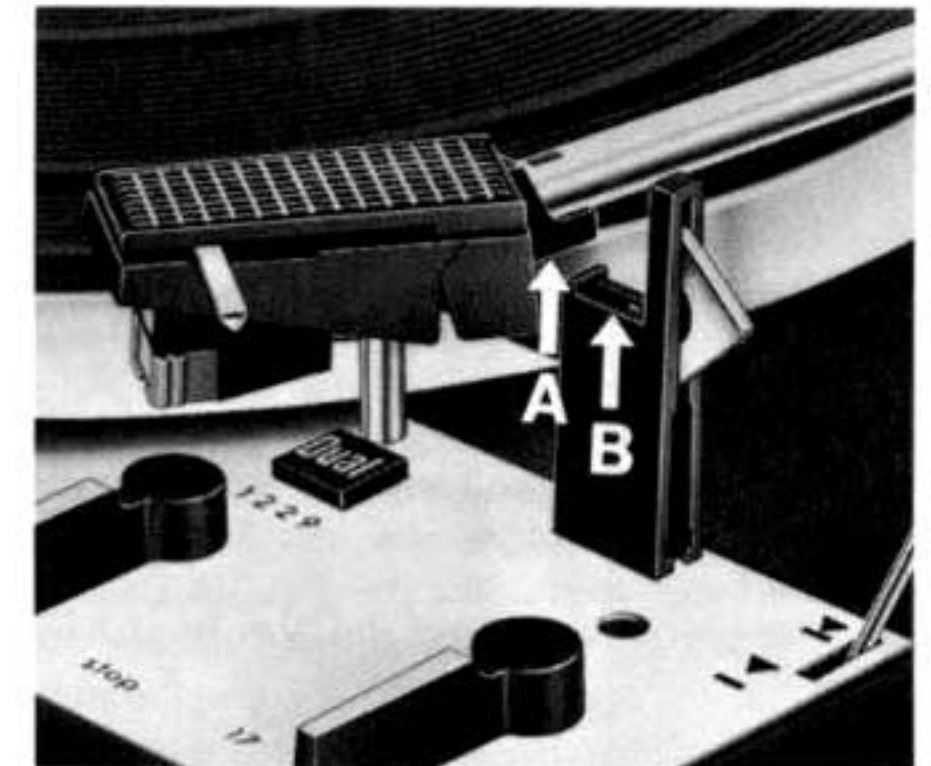

Fig. 15
4. Die genaue Balance des Tonarmes wird durch Drehen des Gegengewichtes erreicht. Der Tonarm ist exakt ausbalanciert, wenn Kante „A“ des Tonarmprofils und Kante „B“ der Tonarmstütze auf gleicher Höhe sind (Fig. 15), oder wenn der Tonarm sich nach Antippen in vertikaler Richtung wieder von selbst in die horizontale Lage einpendelt.